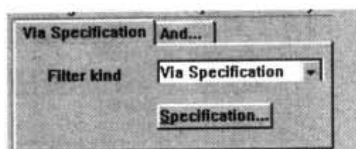
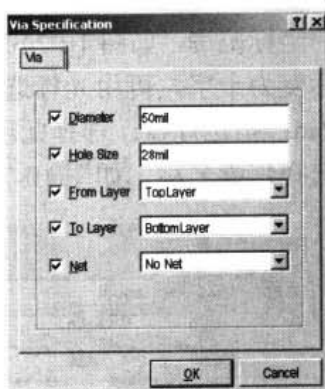

图 10-79 规则范围设置为指定规格的过孔
图 10-80 过孔规格设置对话框
- **Via Specification:** 指定规格的过孔。选择此项后, 规则适用范围为指定规格的过孔, 如图 10-79 所示。单击 Specification 按钮, 弹出如图 10-80 所示的 Via Specification (过孔规格) 设置对话框, 可以设置过孔的规格, 包括 Diameter (直径)、Hole Size (孔径)、From Layer (起始层面)、To Layer (终止层面) 和 Net (所属网络) 等。